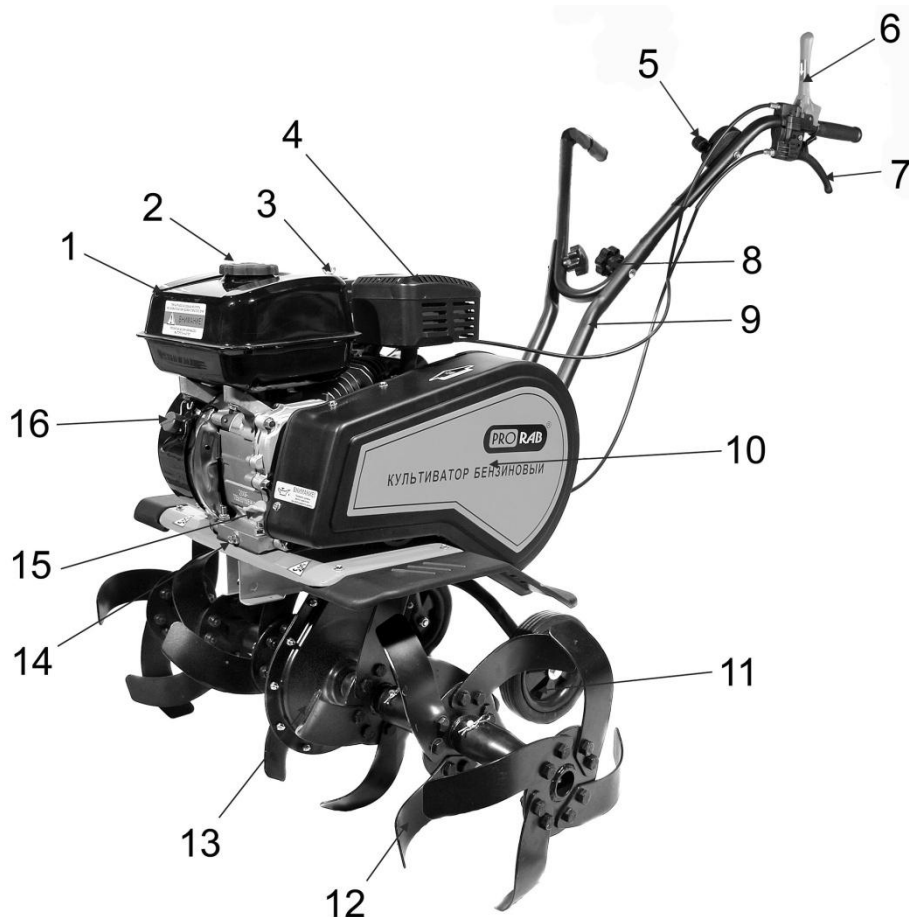

Рис. 1
- После установки валов руля, к ним следует прикрепить сам руль управления. Его фиксируют два винта с гайками-барашками (8) (См. Рис. 1).
- Для установки фрезы, наденьте фрезу (12)(См. Рис.1, 4) на ведущий вал культиватора и закрепите ее с помощью стопорного пальца и шплинта.
- Окрутите крышку топливного бака (2)(См. Рис.1). Проверьте уровень топлива.